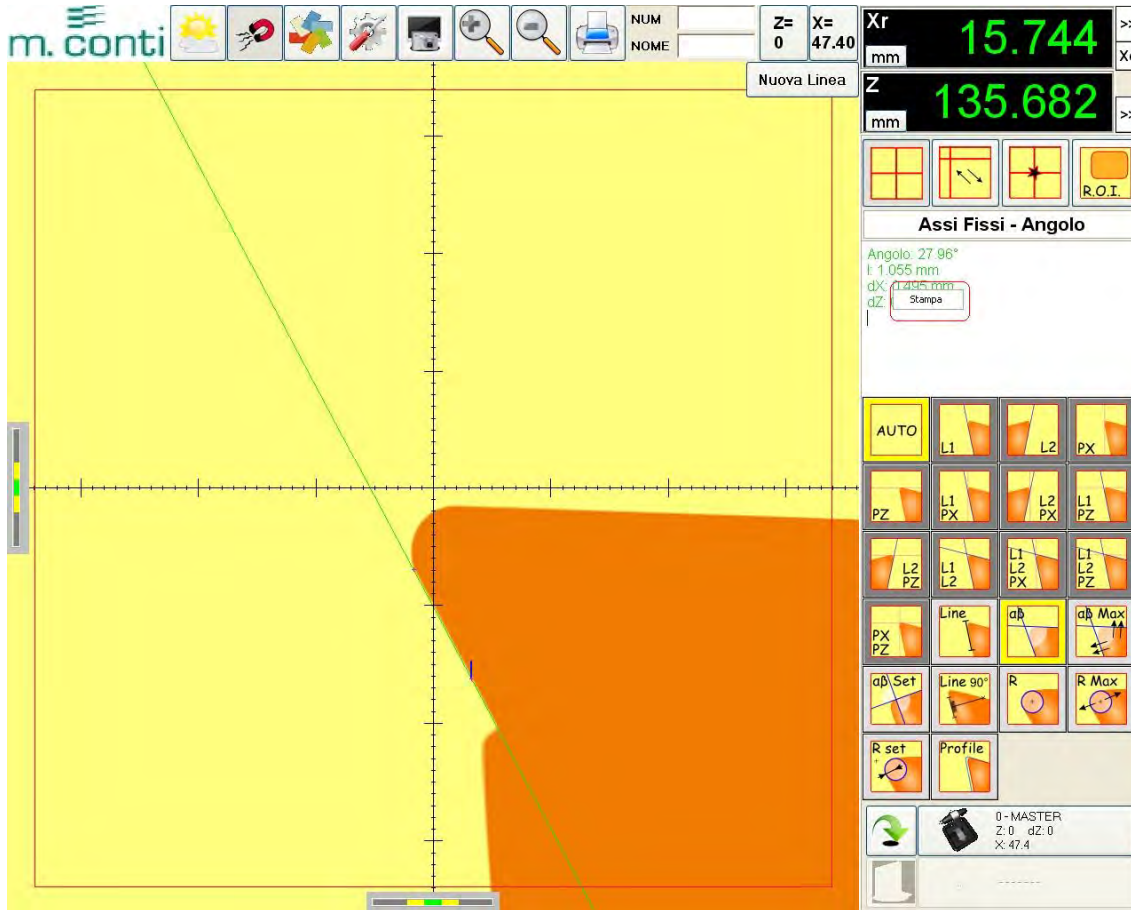

fig. S9
- Cliquer avec le bouton de droite de la souris dans la fenêtre vidéo et la commande "Imprimer" s'affiche (fig. S9)